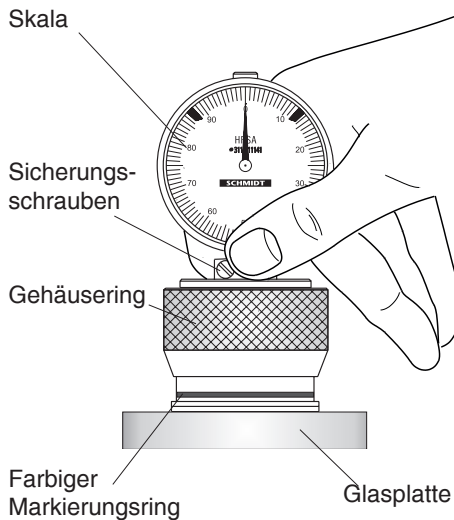

fig. 3.3
- Den Härteprüfer auf eine Glasplatte drücken (fig. 3.3). Den federnd gelagerten Gehäusering nicht bewegen. Der Skalenzeiger muss eine volle Umdrehung von Null nach Null auf der Skala ausführen.